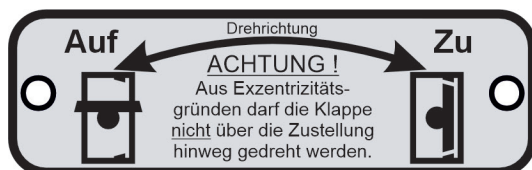

Bild 3-4: Hinweisschild der Drehrichtung
- ⇒ Bei Montage eines Antriebes die Drehrichtung beachten. Auf die Drehrichtung wird mittels eines Schildes auf der Klappe hingewiesen, vgl. Bild 3-4 im Kapitel „3.5.3 Hinweis für den Aufbau von Antriebselementen“.
- ⇒ Klappengehäuse (1) mit der Dichtseite auf eine saubere, in Arbeitshöhe positionierte Fläche legen, so dass der Lagerbereich der Welle gut erreichbar ist.
- Das Klappengehäuse bildet mit dem PTFE-Liner und den Buchsen (19 und 20) eine Baueinheit, die mit den Passkerbstiften (13), sowie den Schrauben (11) und den Muttern (12) zusammengebaut ist.